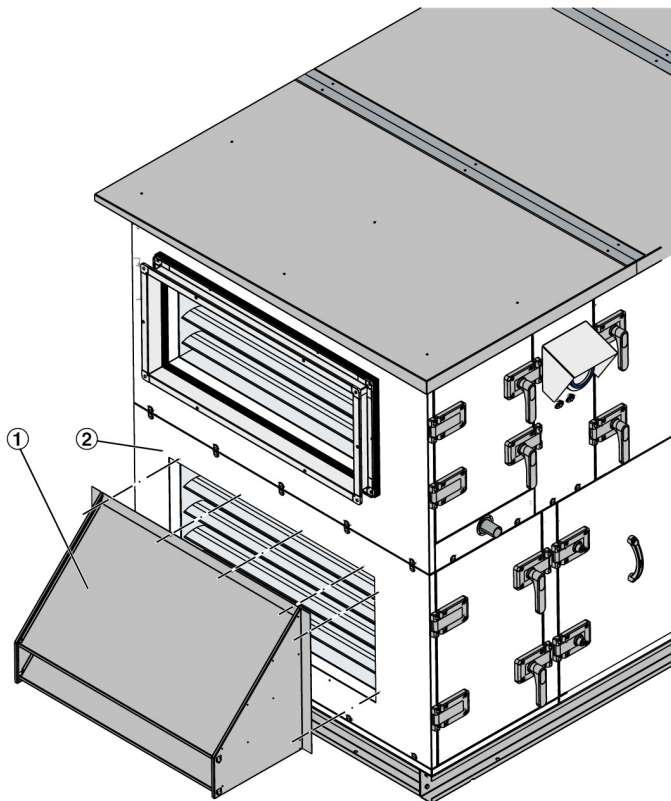

Abb. 23: Wetterschutzhaube positionieren
- ▶ Die Wetterschutzhaube (Abb. 23 /2) zum Lochbild fluchtend auf dem Panel (Abb. 23 /1) positionieren und mit Linsenkopfschrauben (M6x12) verschrauben.